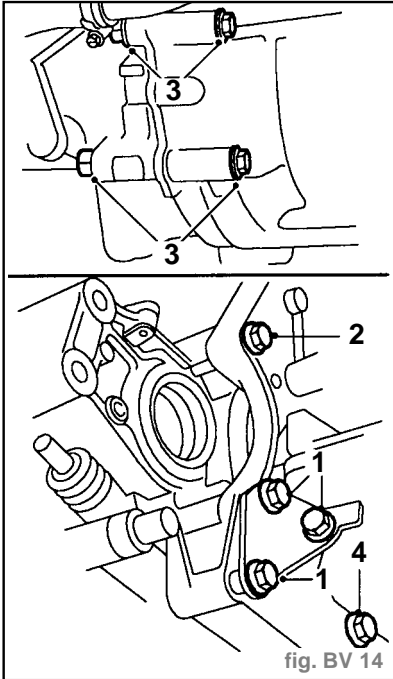

fig. BV 14
- Enlever les 3 boulons inférieurs maintenant la boîte de vitesses sur la plaque de fixation (1) (fig. BV. 14).